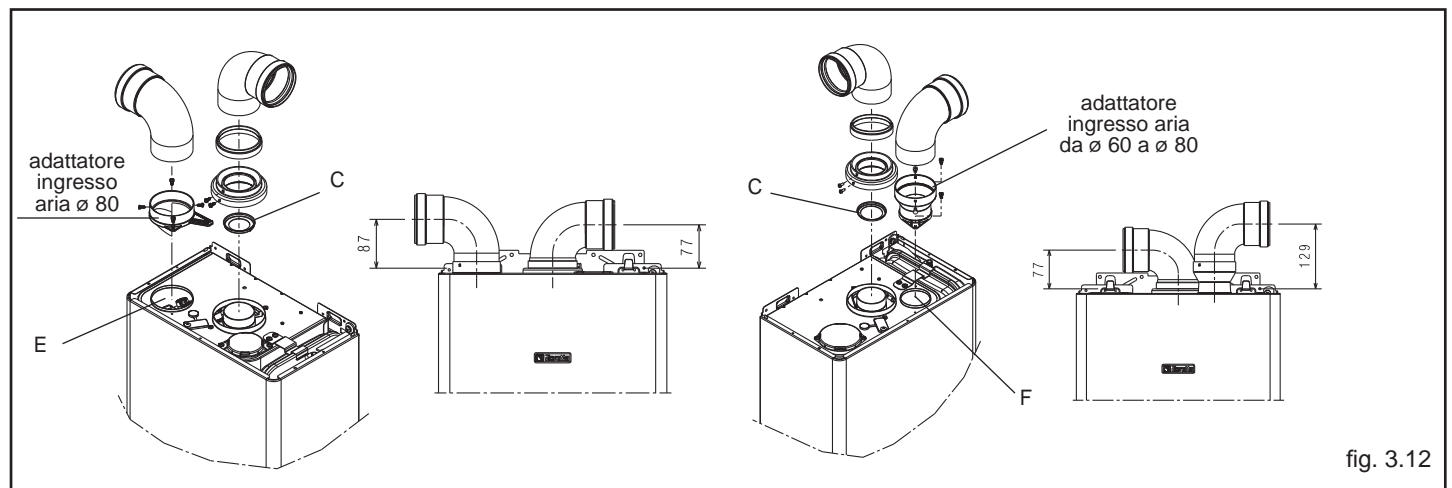

fig. 3.12
⚠ L'adattatore ingresso aria Ø 80 (E) deve essere orientato correttamente, quindi è necessario fissarlo tramite le apposite viti, in modo che l'aletta di posizionamento non interferisca con il mantello (fig. 3.12).